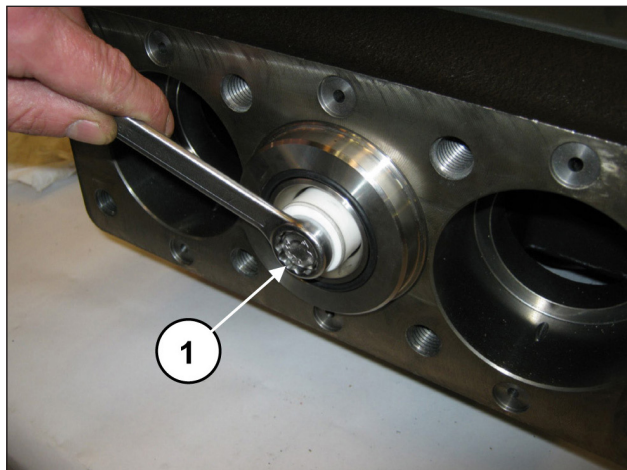

Fig. 166
Provvedere allo smontaggio dei pistoni svitando le viti di fissaggio (pos. ①, Fig. 166).